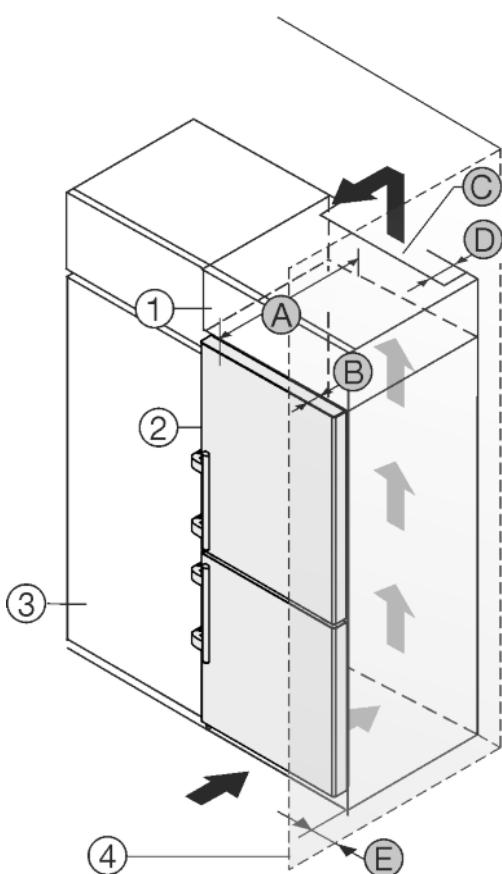

Fig. 25
Пристрій можна комбінувати з кухонними шафами. Для того, щоб пристрій Fig. 25 (2) вирівняти по висоті кухонної секції, на пристрій можна встановити антресольну секцію Fig. 25 (1).
Пристрій можна встановлювати безпосередньо поряд з кухонною шафою Fig. 25 (3). Для повного відкриття дверей пристрій повинен виступати на глибину Fig. 25 (B) відносно передньої панелі кухонної шафи. Залежно від глибини кухонних шаф та використання пристінних розпірок пристрій можна встановити так, щоб він виступав вперед.
- Задня сторона антресольної шафи повинна мати вентиляційний канал глибиною Fig. 25 (D) вздовж всієї ширини шафи.
- Під стелею приміщення слід дотримуватися поперечного перерізу вентиляційного відведення повітря Fig. 25 (C).
Якщо пристрій з шарнірами встановлюється поряд зі стінкою Fig. 25 (4), то між пристрієм та стінкою слід додержуватися відстані Fig. 25 (E). Це відповідає виступу ручки при відкритих дверцятах.